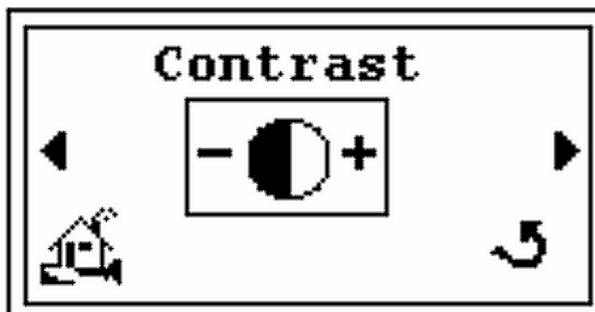

Figura 2-47 Contrasto – Schermata iniziale
4. Premere ► per visualizzare la schermata *Contrast* (Costrasto) (Figura 2-47).